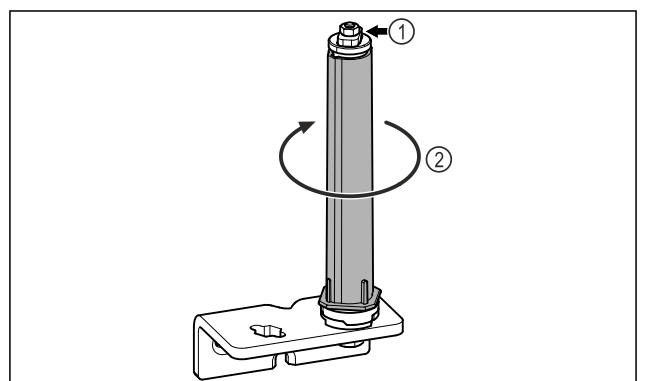

Fig. 13
- ▶ Ne szedje szét az ajtózáro rendszert Fig. 13 (1).
- ▶ Forgassa el a zárrendszert Fig. 13 (2), amíg az be nem kattann.